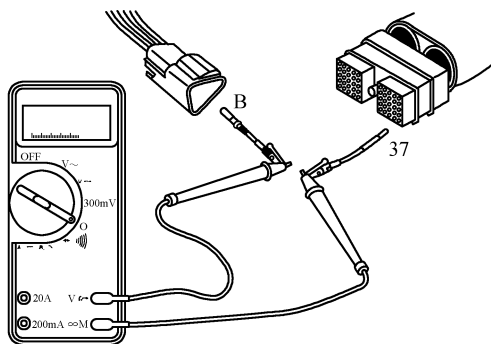

图 5-45 测量触针 37 与触针 B 之间的闭路电阻
② 测量 ECM 插头触针 37 与 3 针插头触针 B 之间的电阻(图 5-45),也应显示闭路,电阻小于 10Ω 。如果不是闭路,维修或更换 OEM 插头。